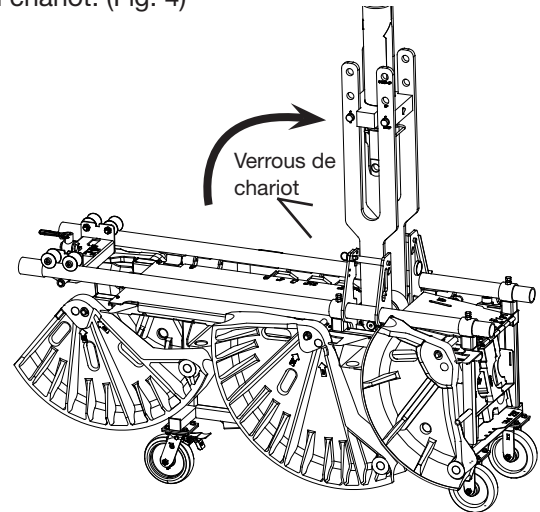

Figure 4
9. Basculer soigneusement les fourches de raccordement et le vérin en position de cintrage vertical et verrouiller les fourches en place en faisant pivoter et en mettant en place les verrous du chariot. (Fig. 4)